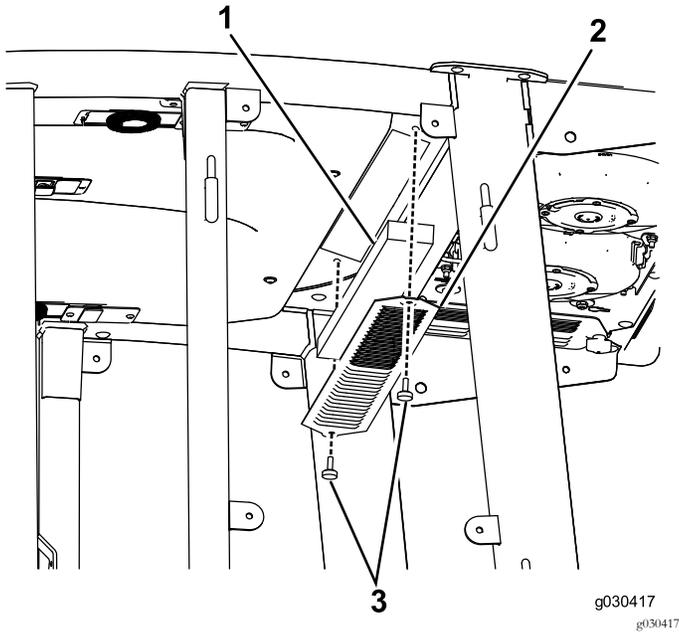

Figura 59
1. Retire los tornillos y las rejillas que cubren el filtro interior de la cabina y el filtro que está detrás de la cabina (Figura 59).